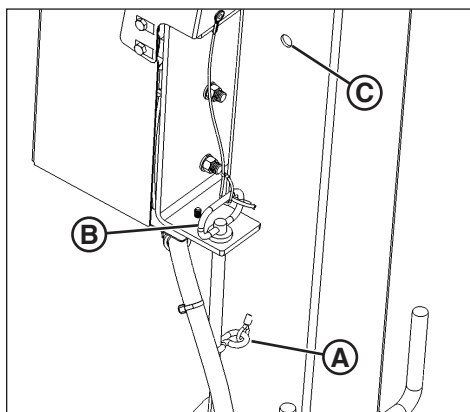

Figura 12
3. Retire el pasador de retención (A, figura 12) y el pasador de bloqueo del mástil de la torre (B) del orificio de almacenamiento que se muestra en la figura 12. Inserte el pasador de bloqueo de la torre en el orificio de bloqueo (C) y fije con el pasador de retención.
Consulte la Figura 12.